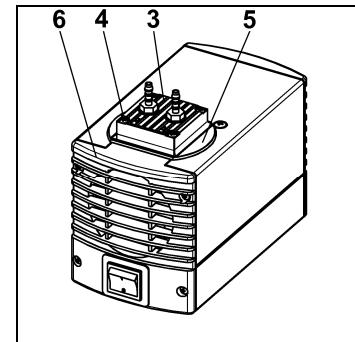
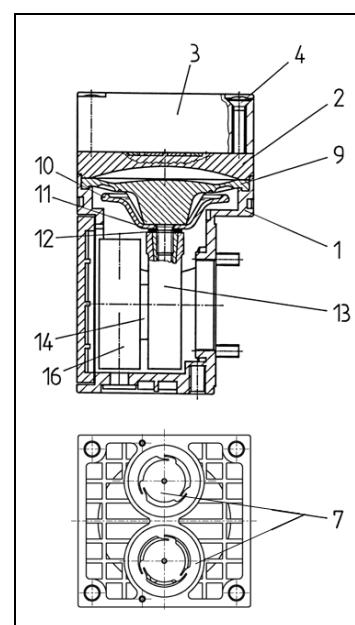

Fig. 4: Démonter la tête de pompe
Fig. 5: Tête de pompe
- Repérer le couvercle de tête (fig. 4/3), la plaque de protection (5) et le couvercle de corps (6) d'un trait continu au crayon. Cela permettra d'éviter un mauvais positionnement des pièces lors du remontage de la pompe.
- Dévisser les quatre vis du couvercle de tête (4) et démonter le couvercle de tête (3) en même temps que la plaque de protection (5) hors du corps de pompe.
- Repérer la culasse (fig. 5/2) et le corps (1) d'un trait continu au crayon.
- Retirer la culasse (2) du corps (1).
1. Retirer de la culasse (fig. 5/2) les plaques soupapes/joints (7).
2. Vérifier l'état de propreté des logements, de la culasse (2) et du couvercle de tête (3) et remplacer ces pièces en cas d'inégalités et de rayures.
3. Positionner les nouvelles plaques soupapes/joints (7) dans les logements au niveau de la culasse (2) ; les plaques soupapes/joints du côté de l'aspiration et du refoulement sont identiques et il en va de même pour le côté supérieur et le côté inférieur des plaques soupapes/joints.
4. Vérifier que le montage des plaques soupapes/joints (7) est libre de toute contrainte en leur appliquant un léger mouvement horizontal.